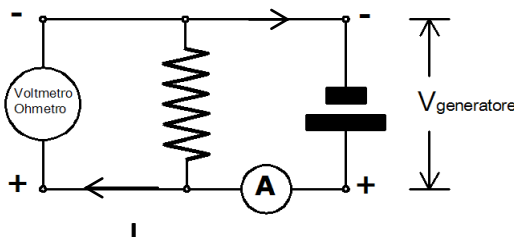

Fig.1 Circuito: parte elettrica
1. Collegate il circuito molla-voltmetro-generatore seguendo la Fig.1 senza accendere ancora il generatore.